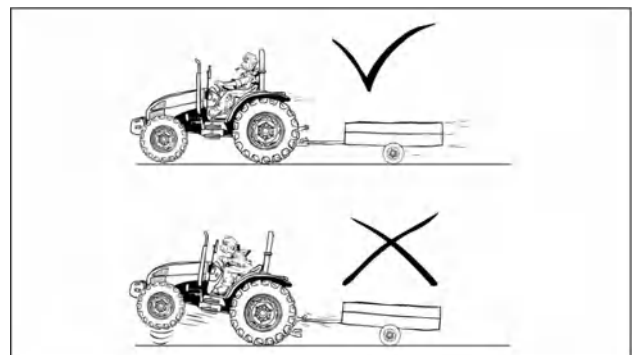

Рис. 2-42
- Нагрузка от буксируемого груза должна приходиться только на тягловый брус. Буксировка или присоединение к другим точкам может привести к опрокидыванию трактора (рис. 2-42). [2.u] [2.z]